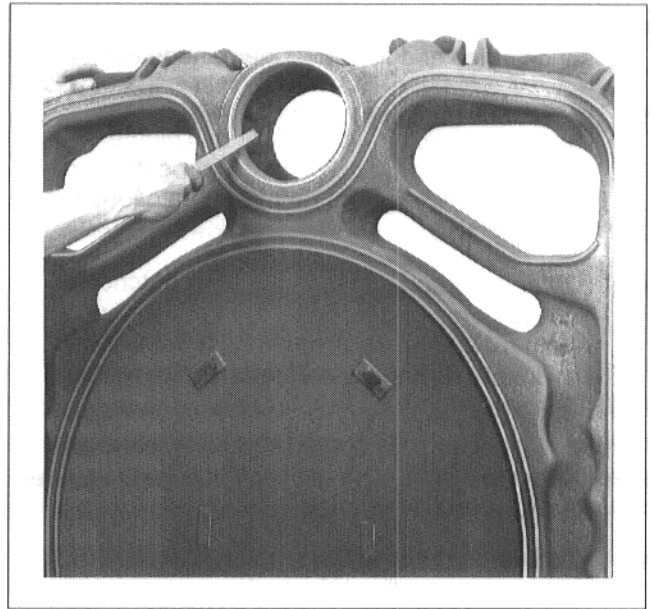

Fig. 10
- Limer l'éventuelle bavure de l'alésage (Fig. 10).